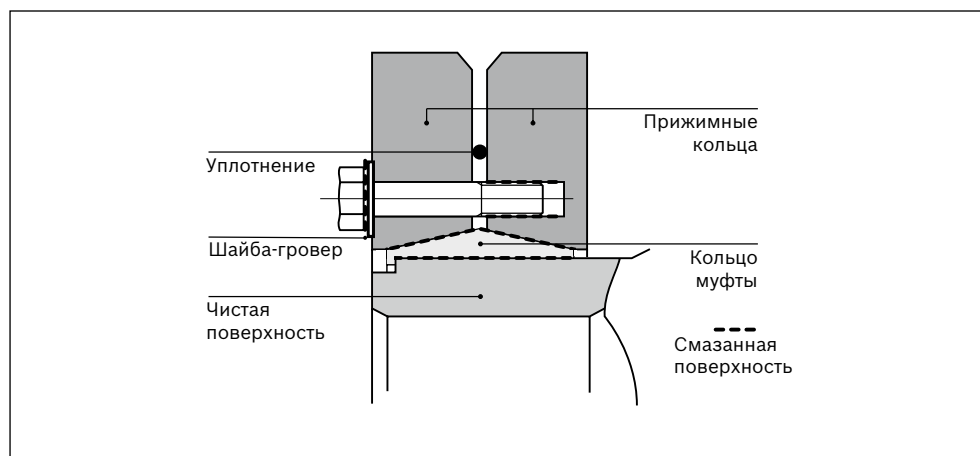

Рис. 3.8
- Наличие на конической поверхности между кольцом муфты и зажимными кольцами, а также на болтах, смазки MoS₂ (Molykote) (см. рис. 3.8). Смазка наносится производителем. После ремонта, включавшего разборку гидромоторов, может возникнуть необходимость в повторном нанесении смазки Molykote. При этом необходимо помнить, что смазка должна наноситься только на указанные выше поверхности.